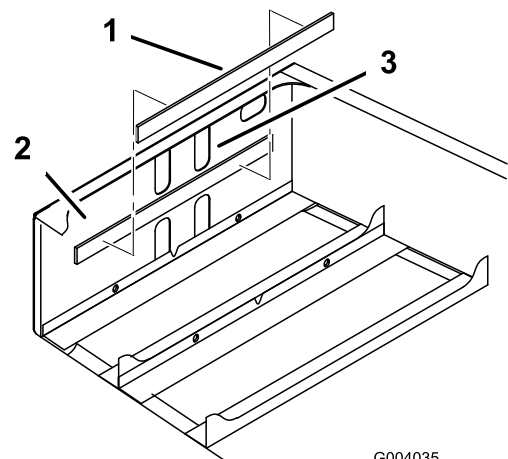

Bild 5
3. Nehmen Sie den Klebestreifen hinten am Batteriepolster ab und setzen Sie es vorne innen am Hinterrahmen ein (Bild 5).
**Hinweis:** Das Polster sollte sich ungefähr 6 mm unter der unteren Kante der oberen Stanzlöcher befinden (Bild 5).